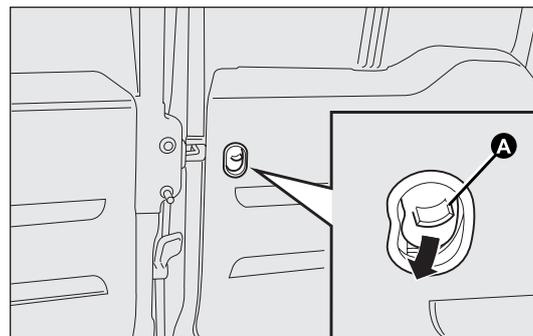

fig. 86
- agire sul dispositivo A-fig. 86 ubicato sulla parte interna della porta a battente destra;